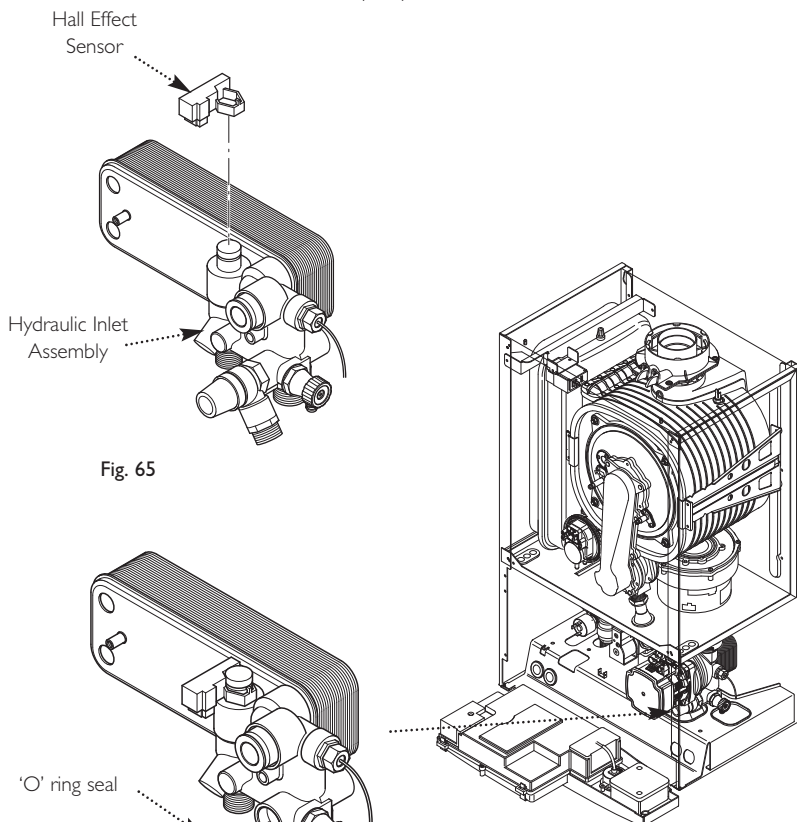

Fig. 65
13.18 Hall Effect Sensor (Fig. 65)